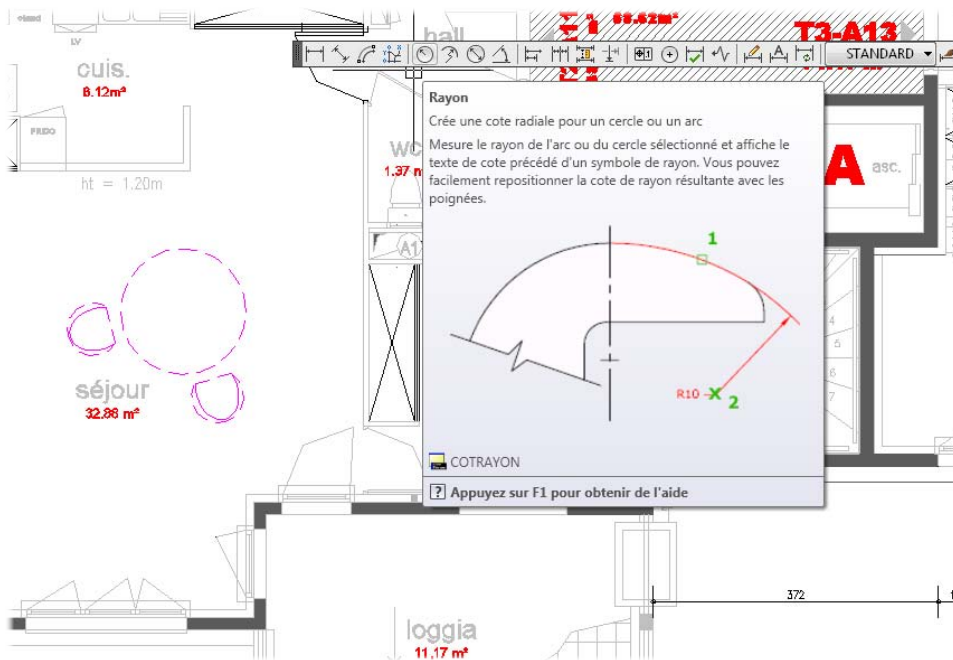

Figure 5.56
1. Sélectionnez l'outil Rayon (voir Figure 5.56).